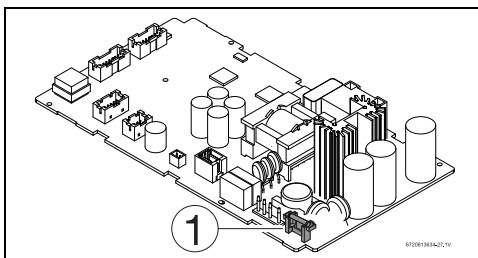

Fig. 39 Position du fusible
- ▶ Vérifier la continuité électrique du fusible sur la carte de circuit imprimé, voir fig. 39, [1].